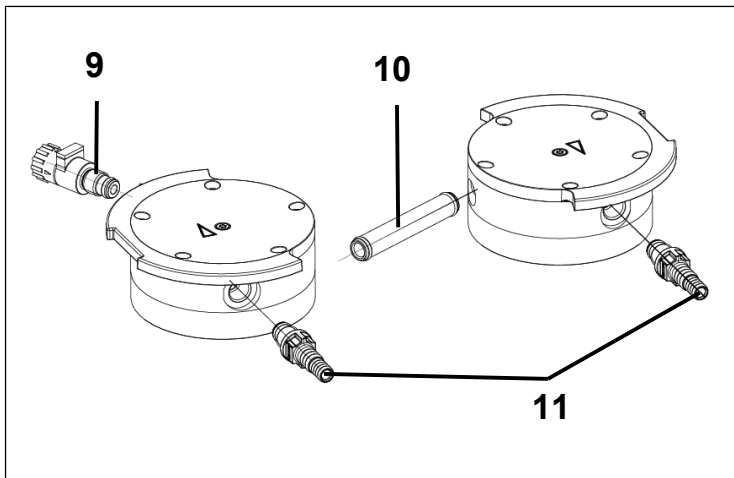

Abb.10: O-Ringe wechseln
2. Ziehen Sie das Verschaltungsrohr (**10/Abb. 10**) aus dem Kopfdeckel (**3**) heraus.
3. Tauschen Sie die beiden O-Ringe am Verschaltungsrohr (**10/Abb. 10**) aus.
6. Schrauben Sie den Gasballast (**9/Abb. 10**) aus dem Kopfdeckel (**3**) heraus.
7. Tauschen Sie den O-Ring am Gasballast (**9/Abb. 10**) aus.
8. Schrauben Sie den Gasballast (**9/Abb. 10**) bis zum Anschlag in den entsprechenden Kopfdeckel (**3**) ein. Drehen Sie ihn anschließend wieder zurück bis die Fläche nach oben orientiert ausgerichtet ist.
9. Schrauben Sie die Schlauchanschlüsse (**11/Abb. 10**) mit dem mitgelieferten Werkzeug aus dem Kopfdeckel (**3**) heraus.
10. Tauschen Sie die O-Ringe an den Schlauchanschlüssen (**11/Abb. 10**) aus.
11. Schrauben Sie die Schlauchanschlüsse (**11**/Abb. 10) mit dem mitgelieferten Werkzeug in den Kopfdeckel (**3**) handfest ein.
7. Stecken Sie das Verschaltungsrohr (**10**/Abb. 10) in die Kopfdeckel (**3**).